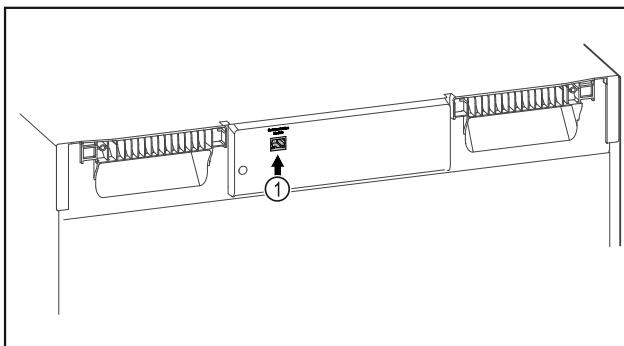

Fig. 141
Se utiliza SmartModule Fig. 141 (1).